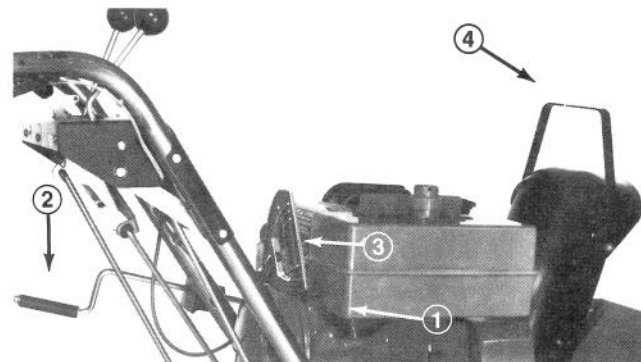

Figure 18
**Robinet d'arrêt d'essence (Fig. 18)** — Ce robinet se trouve sous le réservoir d'essence. On doit fermer le robinet pour arrêter l'arrivée d'essence au carburateur, le rouvrir pour rétablir l'alimentation. Fermez le robinet quand la déneigeuse ne sert pas.
**Commande d'éjecteur (Fig. 18)** — Tournez la manivelle de commande de l'éjecteur à droite pour orienter l'éjecteur vers la gauche et tournez la manivelle vers la gauche pour orienter l'éjecteur vers la droite.
**Démarreur à rappel ou à rembobinage (Fig. 18)** — Le démarreur à rappel se trouve à l'arrière du moteur. Il suffit de le tirer pour mettre le moteur en marche.
**Manette du déviateur (Fig. 18)** — La manette du déviateur se trouve sur le dessus de l'éjecteur et sert à régler la hauteur du jet ne neige.